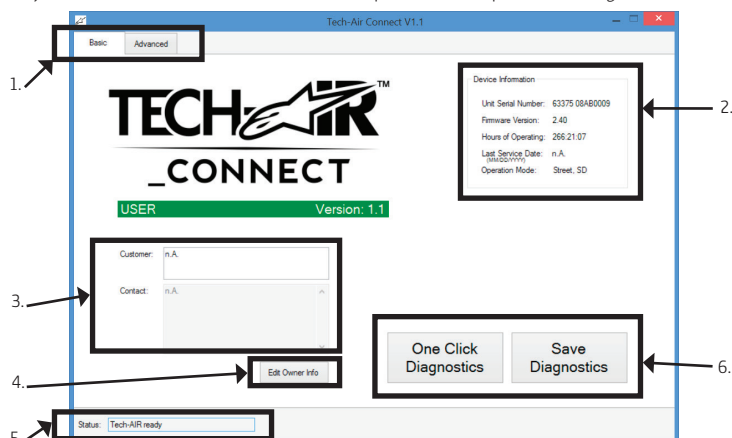

Figura 11 – Pantalla Principal Conexión Tech-Air™
3. Ejecutar el software Tech-Air™ Connect. Éste aparecerá con la pantalla en la figura 11.